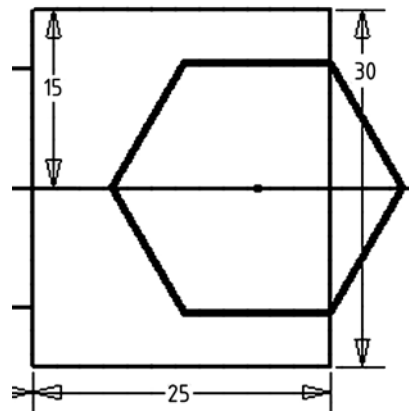

Рис. 15
- Зависимость **Совмещение** применяем к соответствующим вершинам шестиугольника (рис. 15).